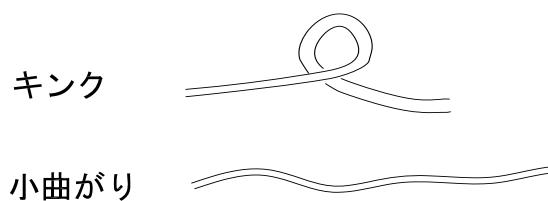

図 16
- 固定線の巻物をほどく際にキンク、小曲がりが生じないようにしてください。(図 16 参照)